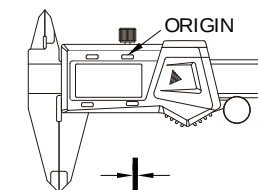

Fig.3
- Fermez les mâchoires, appuyez longuement sur "ORIGIN" pour régler le zéro (Fig.3).